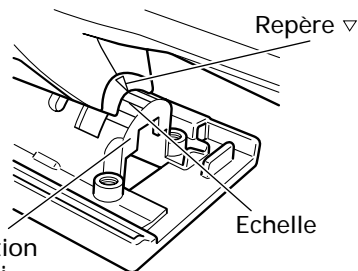

Fig. 16
- (2) Aligner l'échelle (de 0 degré à 45 degrés par incréments de 15 degrés) de la section semi-circulaire de la base sur le repère [▽] du couvercle du réducteur. (Fig. 16)